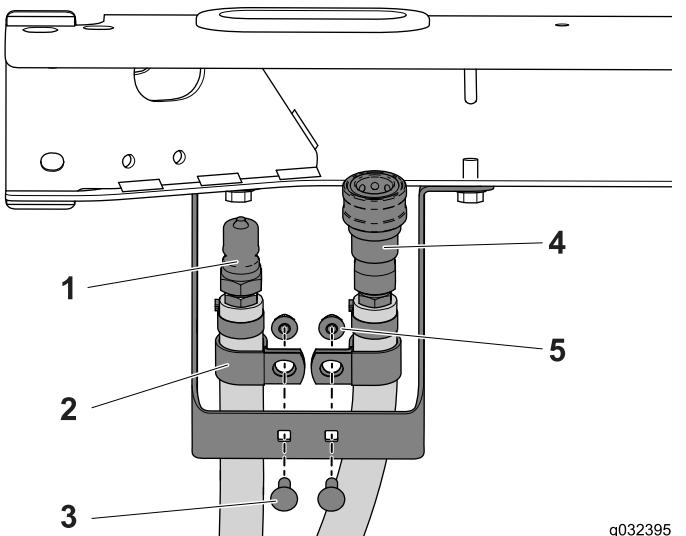

図 18
- 3. 各ホースに1個ずつRクランプを通す図 18。
- 4. キャリッジボルト $\frac{1}{4}''$  x  $\frac{3}{4}''$  2本とフランジナットを使って、Rクランプとホースアセンブリをブラケットマウントに固定する図 18。